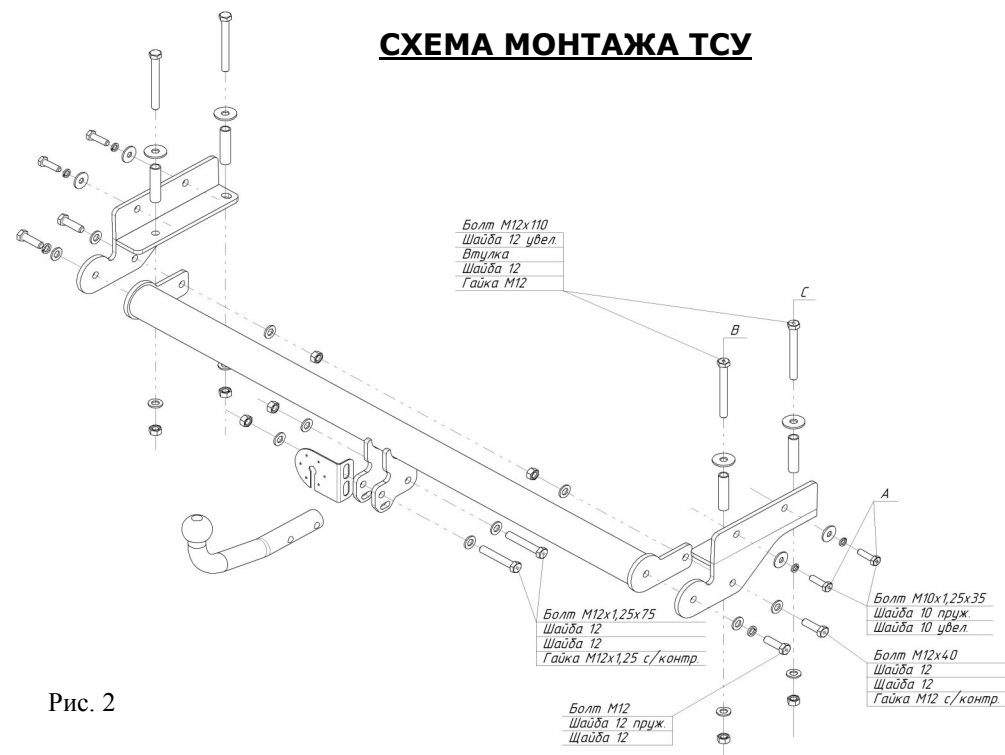

Рис. 2
- Рассверлить отверстия «В» до 18 мм. со стороны багажника, установить распорные втулки в отверстия, закрепить кронштейны согласно рис. 2.